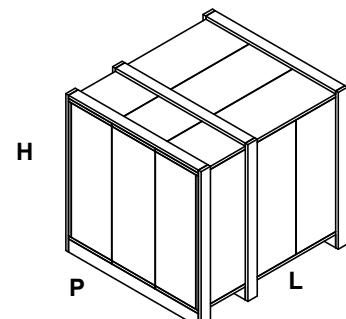

Fig. 1
**ATTENZIONE: una volta montata la rampa secondo lo schema riportato in Fig. 1, deve essere effettuata la prova di tenuta del circuito gas, secondo le modalità previste dalla normativa vigente.**